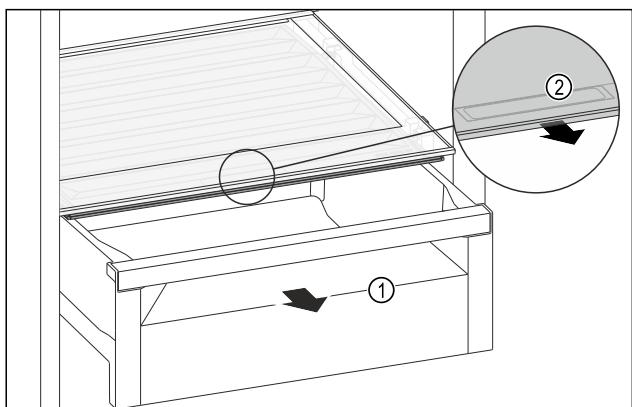

Fig. 110
- Izvlecite predal Fig. 110 (1).
- Primite prijemalno vdolbino Fig. 110 (2) na pokrovu predala in predal istočasno povlecite naprej.